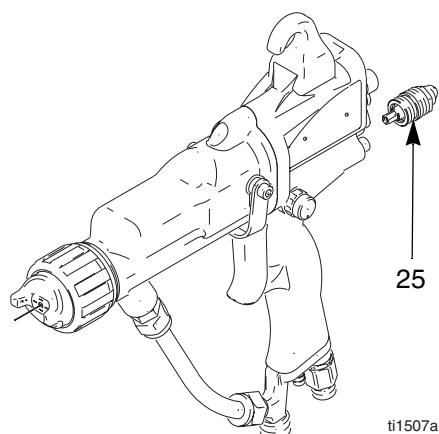

Fig. 20. Válvula de ajuste del fluido
2. Retire la válvula de ajuste del fluido (25). Sólo puede reemplazarse como un conjunto. Vea la Fig. 20.
3. Enrosque la válvula (25) en la empuñadura de la pistola. Apriete a un par de 1,7–2,8 N.m.